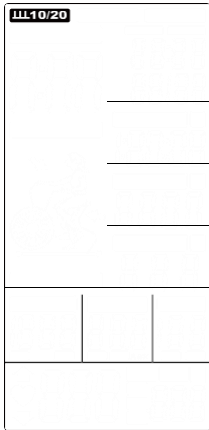
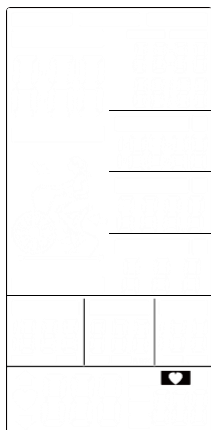

Abbildung 4
Abbildung 16
15. Die Anzeigefenster **INTERVAL 20/10**, **INTERVAL 10/20**, **INTERVAL CUSTOM**, **READY**, **WORK**, **REST**, **TIME**, **DISTANCE**, **CALORIES**, **WATTS**, **SPEED**, **RPM** blinken mit einem Zeitabstand von 1 Sekunde (Abbildung 4 ~ Abbildung 16).